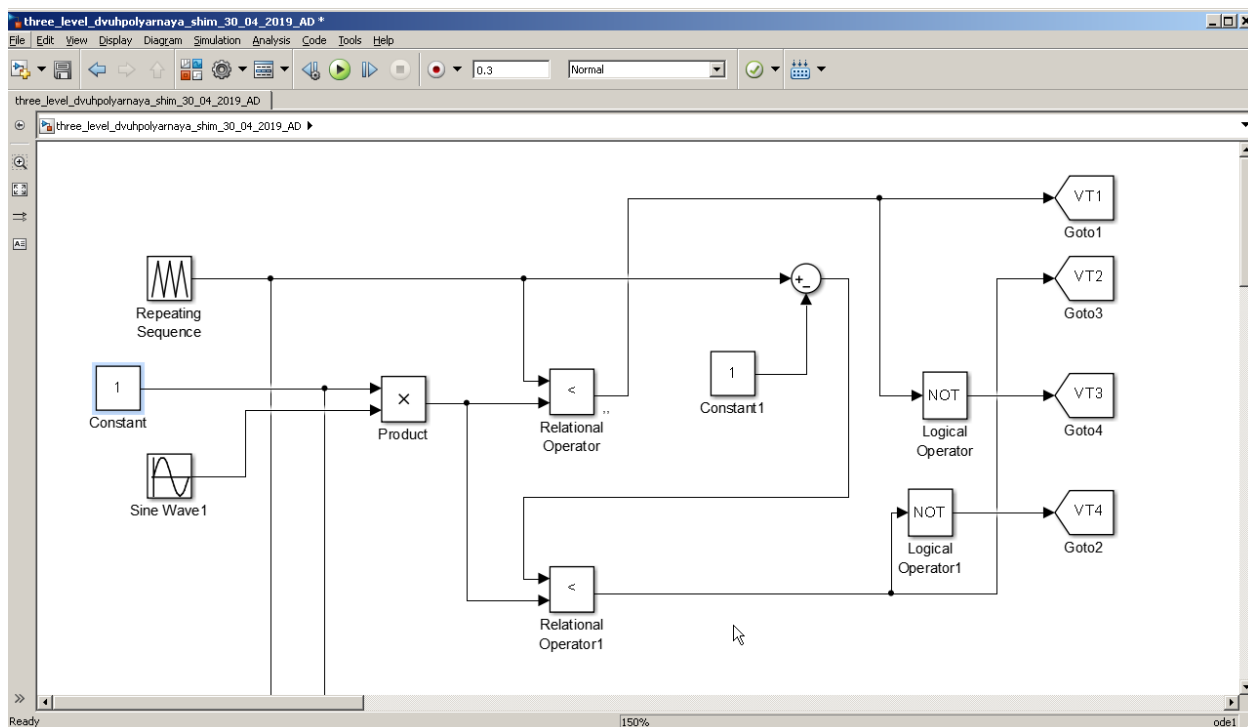

Рис. 2.2. Система управления одной стойкой трёхфазного трёхуровневого автономного инвертора напряжения
2.2.4. Собрать систему управления преобразователя (рис. 2.2).